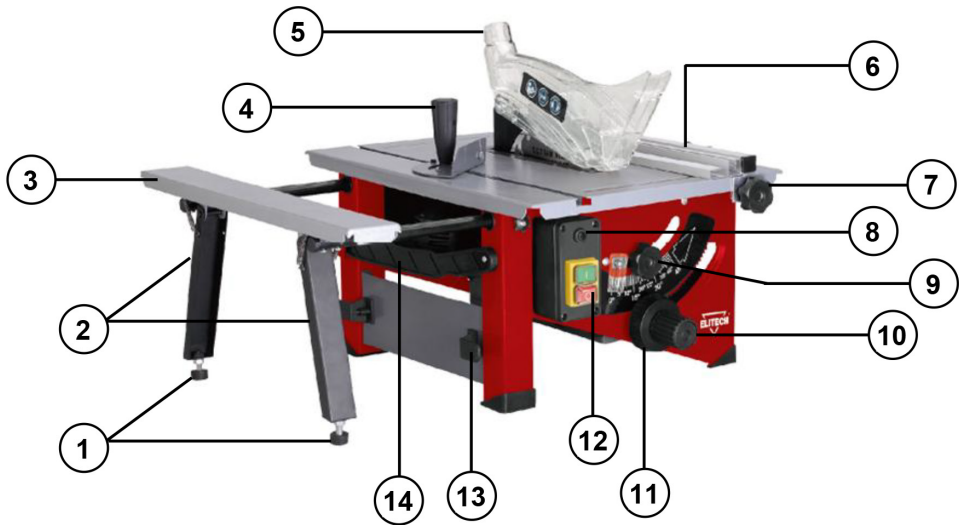

Рис. 1
1. Установите пильный диск в верхнее положение с помощью ручки 10 (Рис. 1).
Вращайте колесо 10 (Рис. 1) против часовой стрелки для увеличения глубины распила, и по часовой для уменьшения.
1. Для выбора нужного угла распила вращайте колесо 11 (Рис. 1), от «0», до 45°
2. Для фиксации положения используйте фиксатор 9 (Рис. 1).
1. Установите параллельную планку на станок и зафиксируйте ее ручками фиксации параллельного упора (рис. 1);
1. Вставьте направляющие стержни в отверстия на раме станка (рис. 1) установите на торцы стержней фиксаторы.
4. Отрегулируйте высоту удлинителя стола регулировочными ножками (рис. 1)
Для включения пилы нажмите зелёную кнопку «I» на выключателе 7 (Рис. 1)
Нажмите кнопку «I» выключателя 12 (Рис. 1)
Нажмите кнопку «0». Выключателя 12 (Рис. 1)
Данная пила оснащена возвратным предохранителем 8 (Рис. 1), расположенной на наружной стороне выключателя. Возвратная кнопка снова запускает двигатель после возникновения перегрузки или отключения напряжения. При непроизвольной остановке двигателя во время работы, нажмите на красную кнопку «0» для выключения станка, подождите пять минут, пока двигатель не остынет, далее нажмите на возвратную кнопку 8 (Рис. 1), затем нажмите кнопку «I» (Рис. 9), чтобы снова включить станок.